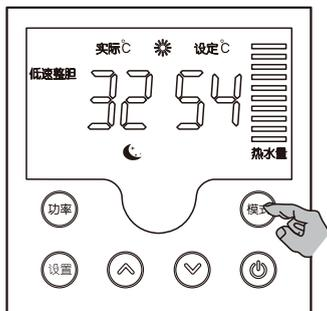

图 7
- ◆ 再次按“设置”键进入到峰谷模式的开机时间设置，此时峰谷图标和“开”字点亮（如图 7），峰谷的开关机时间设置方法同定时模式开关机时间设置方法一样。
- ◆ 按“模式”键选择峰谷运行模式，“峰谷”图标点亮，如图 7 所示，热水器进入峰谷运行模式，只在峰谷时段内运行，